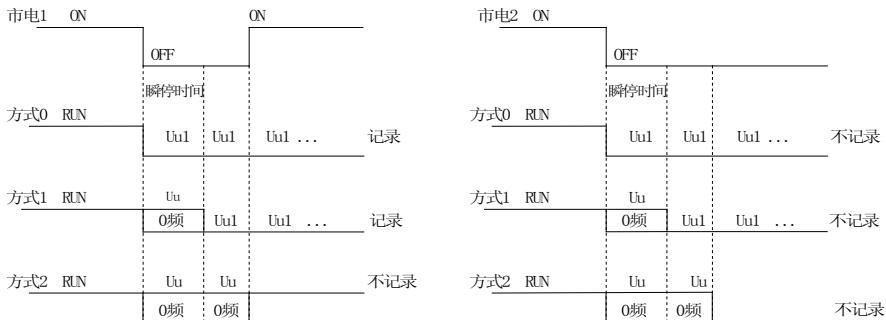

图 5-1-8 瞬停处理
**说明：**如停机时出现欠压，则只报警 Uu，此时电机起动不起来。如图 5-1-8 所示：
如运行时出现欠压，报 Uu 或 Uu1，如图 5-1-8 所示；发生 Uu 时，封锁脉冲，进入 0 频运行。恢复，则 Uu 消失；发生 Uu1 时，则停机，如继续降电压至 300V 以下，则不作为故障记录，也不作为故障输出；如恢复，记录 Uu1 故障。